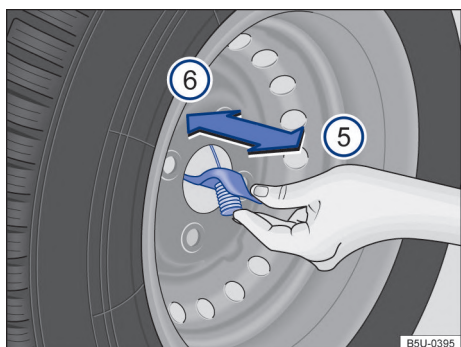

Fig. 200 En la rueda de emergencia: retirar el cable de la rueda de emergencia.
- Colocar la rueda de emergencia en posición vertical → fig. 200.
- Retirar el gancho del orificio central de la rueda, en el sentido de la flecha ⑥.
- Introducir el gancho por el orificio central de la rueda, en el sentido de la flecha → fig. 200 ⑤.